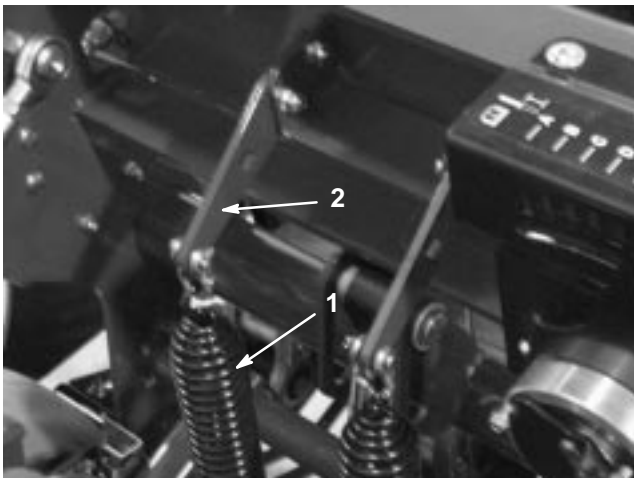

Bild 37
1. Lösen Sie die Muttern der Schlossschraube, mit denen die Federhalterungen am Stachelkopf befestigt sind. Nicht entfernen (Bild 37).